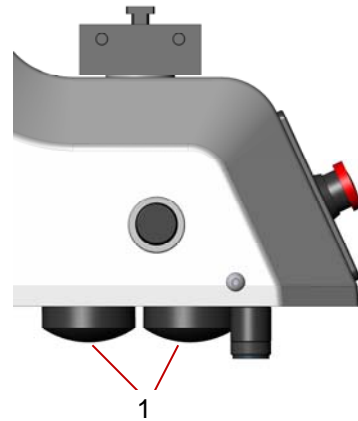

Abb. 8.04
- Batteriefächer 1 (Abb. 8.04/8.05) unter der Maschine aufdrehen.
- Batteriefächer 1 (Abb. 8.04/8.05) zudrehen.